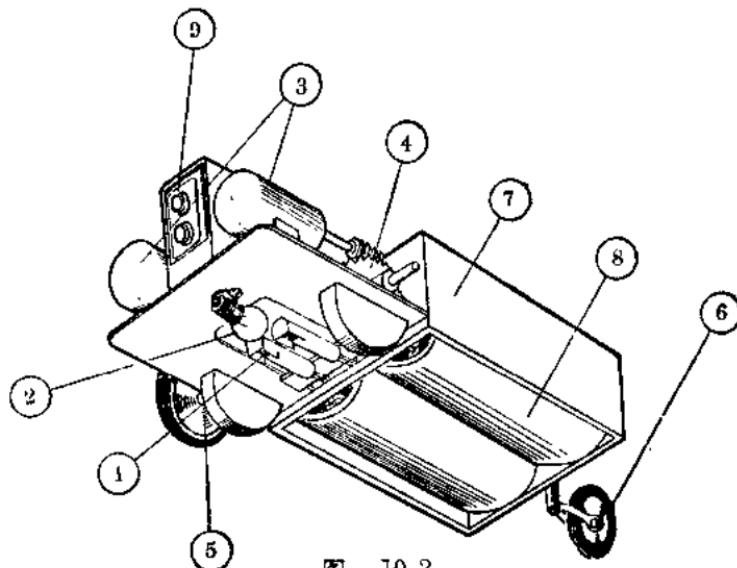
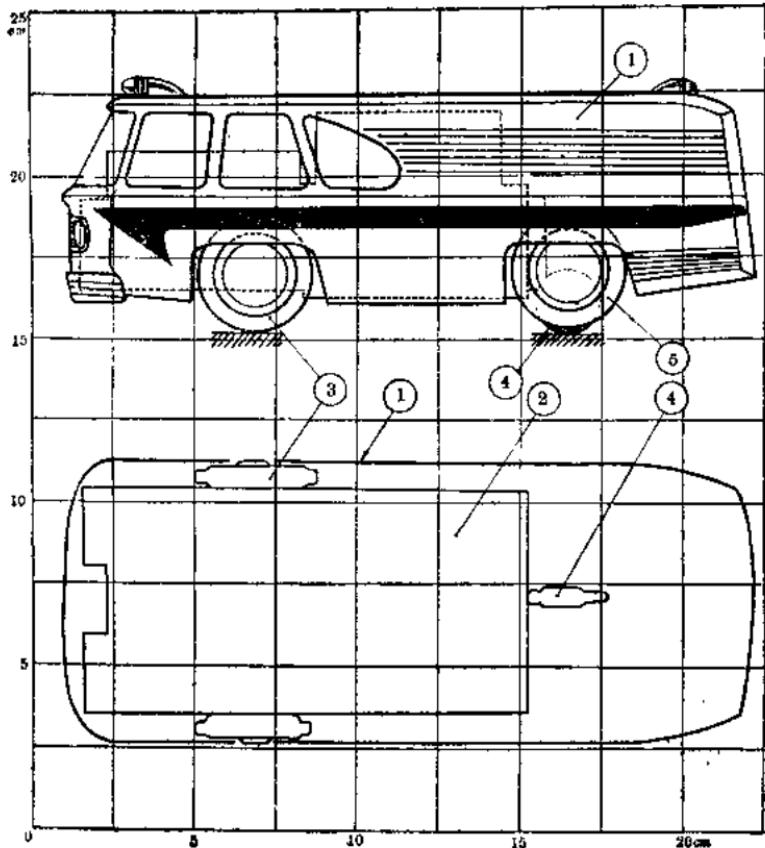
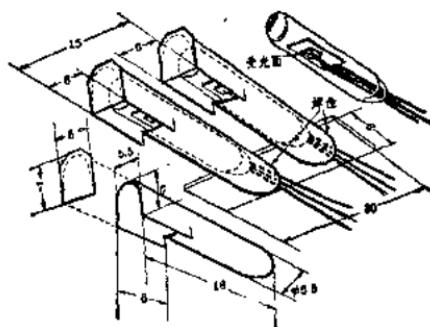
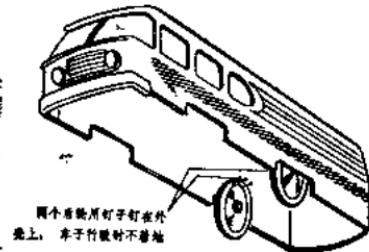

图 10-2
图 10-3
图 10-5
图 10-8
让我们取下小客车模型的外壳，看看它里面的结构吧。在图 10-2 中，①是用来跟踪曲线的光电头。②是用来反射光线的小灯泡(照路灯泡)。③是两台电动机，分别通过两套齿轮-螺杆传动机构④带动两个车轮⑤。尾轮⑥装在车子后面，它能自由地旋转和摆动。⑦是装 3 伏电池的电池盒。⑧是两节 1.5 伏的 1 号电池。⑨是供光电控制器用的 9 伏电池的电池盒。从图 10-2 可以看出，这台模型的车体和前面介绍
的自动追光“甲壳虫”的车体结构是一样的。只是光电头和光电控制的方法和前面不相同。模型外壳和里面主要零件的尺寸可按图 10-8 来决定。其中①是外壳。②是光电车体。③是前轮。④是后尾轮。⑤是两个假后轮。
下面再来看看光电头的结构以及它如何控制光电车转弯的吧。光电头的结构见图 10-5。由于这个光电控制线路是采用玻璃壳锗高频三极管作为光导管的，因此要按图 10-5 的样子为两个锗三极管加上用薄铁皮做的外罩，以免前面照路用的小灯泡把光直接照到光导管上，使得光电车不能沿着黑色的线条行驶。光导管的遮光外罩是用一片长宽都是 18 毫米的薄铁皮卷成一个小圆筒，但接缝处不要焊接，因为要把有
玻璃外壳的三极管塞入其中。用薄铁皮卷好的小圆筒头部要开一个窗口，让光线能照射到光导管的受光面上。这个小窗口的尺寸长 6 毫米、宽 5.5 毫米，剪开处的铁皮不要剪断，把它们向两边弯开些，成为遮光外罩的左右两个遮光板，用它们来挡住从光导管侧面来的光线。再剪一块长 7 毫米、宽 6 毫米的薄铁皮，焊在遮光罩的端部，以避免照路用小灯泡的光线直接照到光导管上。这块端板不能太长，太长了会把照路灯泡照到地面后反射到光导管上的光线挡住。但是太短了，就挡不住照路灯泡直接照射过来的灯光，那也不行。把两个做好的遮光罩平行地按图 10-5 的尺寸焊到一条横着的薄铁皮上，再把两个光导管塞入遮光罩中，光电头就做好了。这里要注意的是，一定要先把遮光罩焊到横铁皮上，再把横铁皮按图 10-2 和图 10-3 的样子焊到车体底下，然后才能把作为光导管用的锗三极管塞入遮光罩中，因为锗半导体三极管特别怕高温，如果先把锗三极管塞入遮光罩，然后进行焊接，锗三极管就会受到高温的影响，它的光电性能就要变坏，甚至使锗三极管报废。另外还有一点要注意的是，一定要把锗三极管的受光面朝下塞入遮光罩中，不然就不能接受到从地面反射过来的光线。
光电车的外壳形状见图 10-1 和图 10-8，它的具体尺寸可以从图 10-3 中量得。车壳可以用薄铁皮焊成，或用泥模外糊纸的方法做成，还可以用厚 1 毫米左右的薄桐木粘成。用薄铁皮焊接的车壳，外形平整美观，而且也比较牢固。制作时按图 10-3 的尺寸剪成两块车壳的侧板、一块前板、一块后板
和一块顶板。先把两块侧板垂直焊在顶板上，然后再焊上前板和后板。用透明塑料片或较薄的有机玻璃片剪成车窗玻璃的形状，四周包上薄铁皮，然后焊到车体两块侧板和一块前板的里面，作为车窗玻璃。这里不能采用透明赛璐珞片，因为它受到铬铁的高热会燃烧起来。车体焊完后，要把焊缝锉平滑，涂上底漆后，再把整个车体涂上银灰色、天蓝色或其他鲜艳的油漆，车体两侧的线条涂上鲜红色或紫红色的油漆。用桐木片做的车体，可以按照图 10-3 的尺寸用桐木刻出两块侧板、前板、后板和顶板，按光电船外壳的做法，把这五块板用快干胶水粘成一个完整的车壳，再在车窗的部分用快干胶贴上透明的赛璐珞片，作为车窗玻璃。用细砂纸把桐木做的车身打磨光滑，经涂上填料后，再用砂纸打磨光滑，涂上油漆就行了。如果用泥模外糊纸的方法做车身，那就可参照“甲壳虫”外壳的做法。